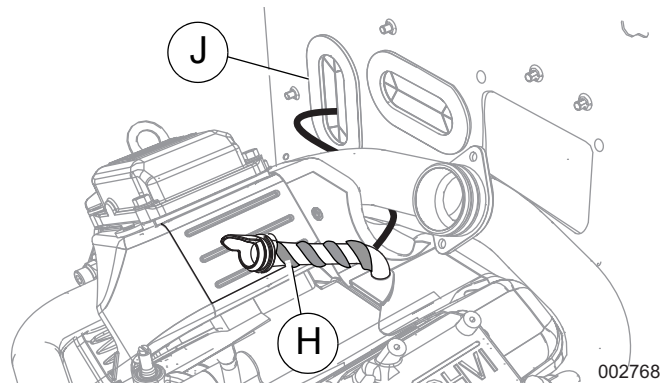

Figure 10. Enrobage du tuyau du reniflard (modèles de 11 à 22 kW)
5. Voir la **Figure 10**. Enroulez le chauffe-reniflard (H) autour du tuyau du reniflard, uniformément espacé comme illustré, avec les fils de raccordement qui se trouvent au bas. Enrobez le chauffe-reniflard et le tuyau d'un ruban de caoutchouc silicone (fourni) pour fixer le tout.